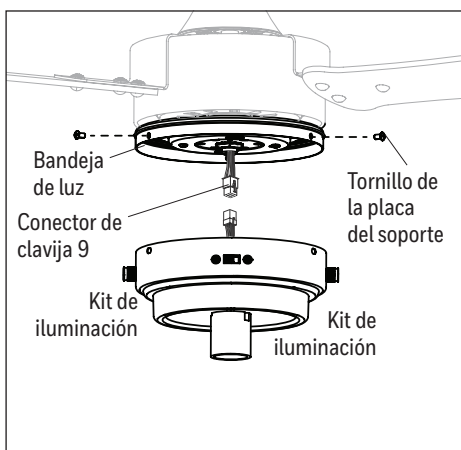

Figura 5.7
7. Retire los tres tornillos de la bandeja de luz que se encuentran en el borde superior de la bandeja. Luego, conecte el conector de 9 clavijas del ventilador al conector de 9 clavijas del kit de iluminación. Fije el kit de iluminación a la bandeja de luz con los tornillos para dicha bandeja. Ajuste los tres tornillos (Figura 5.7).